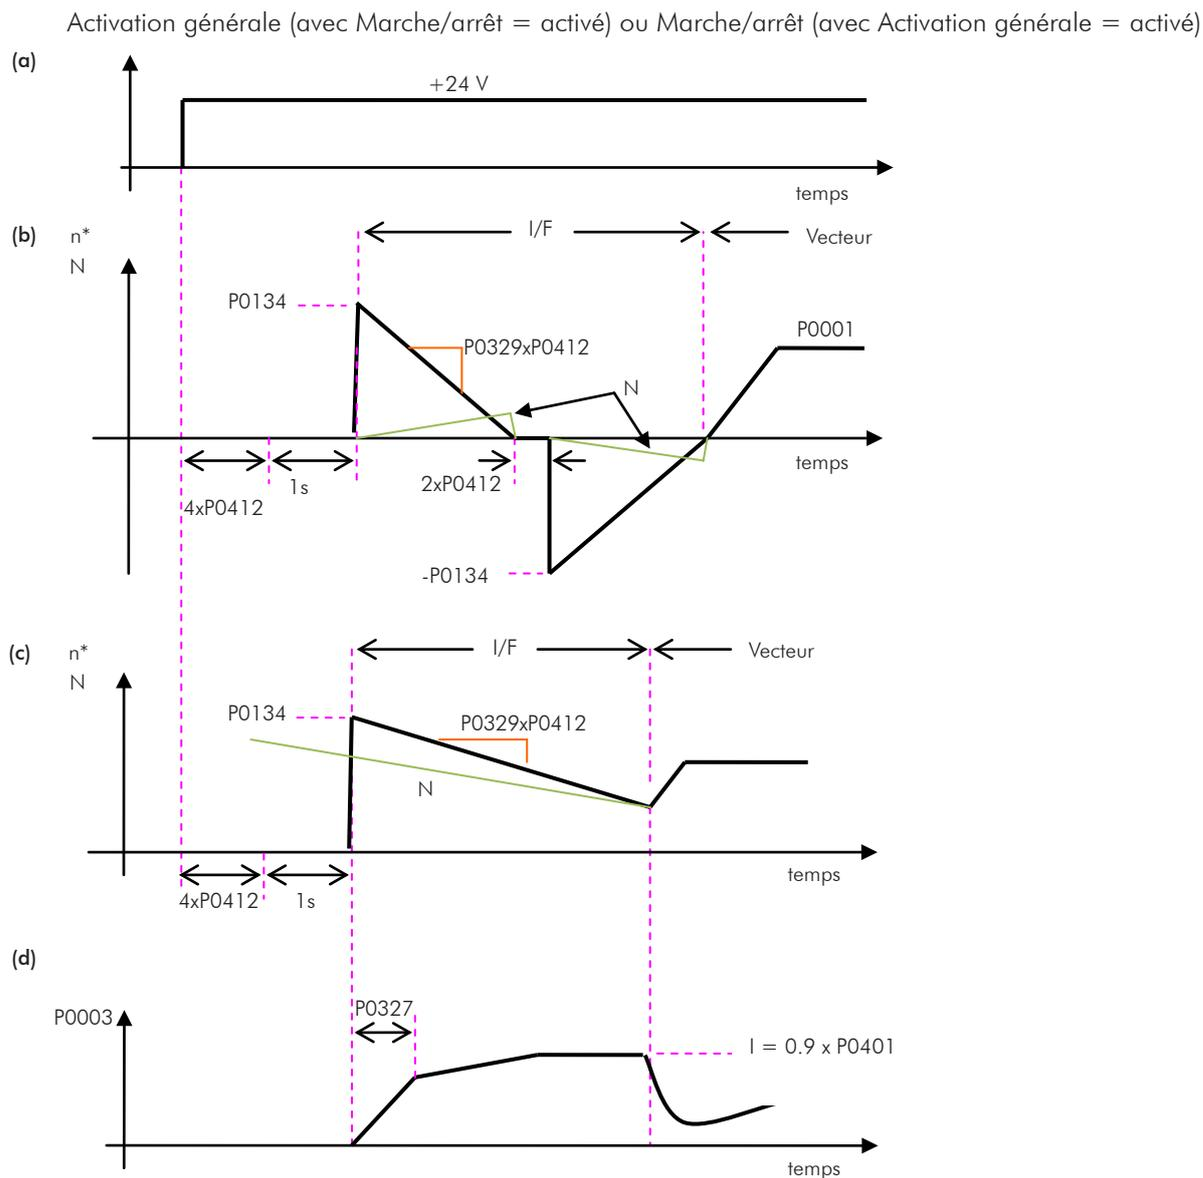

Figure 12.6 - (a) à (d) - Influence de P0327 et P0329 durant l'amorçage instantané (P0202 = 3)
Le comportement de la fonction Amorçage instantané (FS) en mode sans capteur pendant l'accélération et la réaccélération peut être compris à partir de la Figure 12.6 à la page 12-15.
La Figure 12.6 à la page 12-15, \(b\), montre le comportement de la référence de vitesse quand la fonction FS est démarrée avec arbre moteur arrêté et petite valeur de P0329 (non optimisée).
La Figure 12.6 à la page 12-15 \(c\) montre la référence de vitesse quand la fonction FS est initiée avec l'arbre moteur déjà en rotation dans le sens voulu, ou avec l'arbre arrêté et un P0329 déjà optimisé.